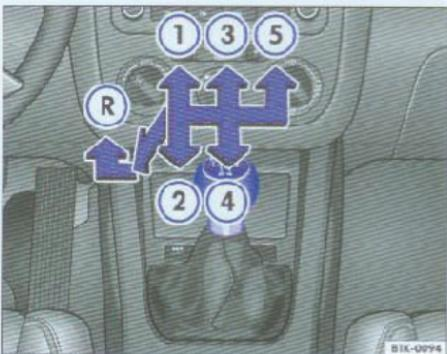

图94 5档手动变速箱
- 下压换挡杆，然后左推，最后将换挡杆前推至换挡杆手柄上所示的倒挡位置⑤→图94。